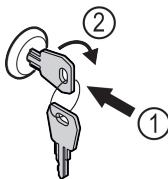

Fig. 129
- Вставьте ключ Fig. 129 (1).
- Поверните ключ на 90° по часовой стрелке Fig. 129 (2).